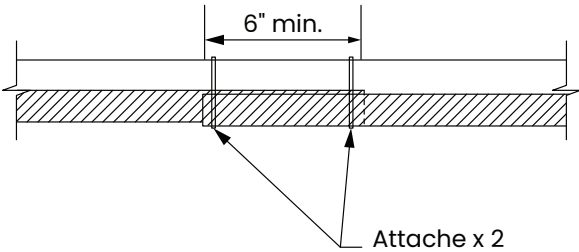

Figure 6-8 : Chevauchements d’attaches
Utiliser les trois (3) attaches incluses pour fixer le support de tuyauterie PEX-a d’Uponor sous le tuyau PEX. Les attaches sont en nylon et offrent une résistance à la traction de 120 lb. Si les attaches sont perdues, utiliser des attaches en nylon offrant une résistance à la traction équivalente ou supérieure. Espacer les attaches de 3 pi (0,9 m) maximum. Consulter la **figure 6-8** pour les chevauchements.